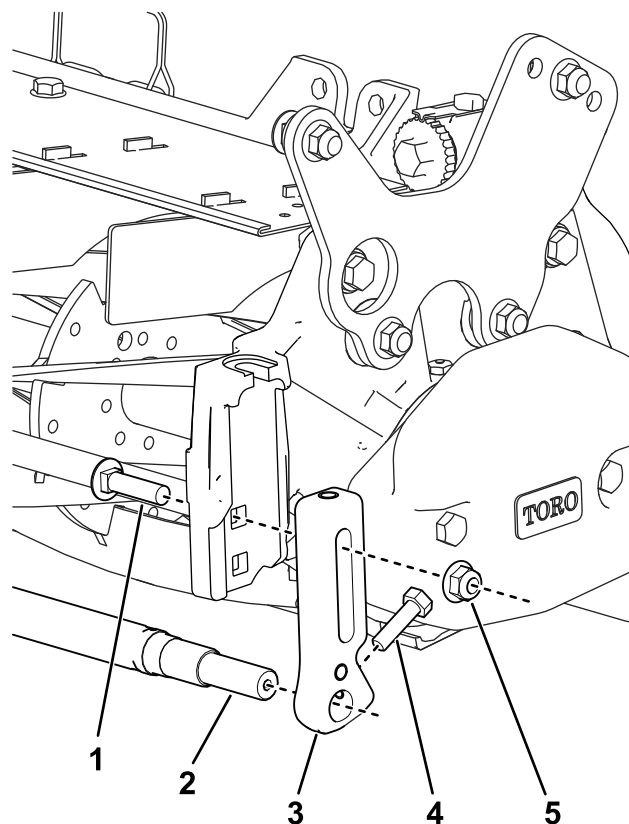

Figura 39
2. Utilizando os parafusos de carroçaria e porcas de bloqueio, instale os suportes da altura de corte frontais no furo superior da placa lateral (Figura 39).